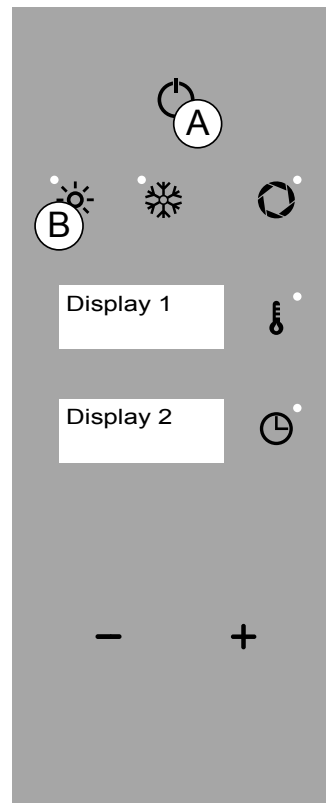

Fig.1
- Modus "AUSGESCHALTET": Uhrzeit wird angezeigt (Abb.1 Display 2).
- Modus "STAND BY": Name des Ofens und Uhrzeit wird angezeigt (Abb.1 Display 1 und 2).
- Modus "HAUPTMENÜ": Funktion "KONVEKTION" aktiv (Abb.1/B), Temperatur 180° C (Abb.1 Display 1) und zeit 0:00 (Abb.1 Display 2).
Im Modus "STAND BY" geht der Ofen nach 15 Minuten Inaktivität in den Modus "AUSGESCHALTET" über. Im Modus "Funktionsauswahl" oder "Wahl der Parameter" wird nach 5 Sekunden Inaktivität die Funktion am Ofen oder der angezeigte Wert gespeichert (Abb.1 Display 1-2).
Am Ende der Zeiteinstellung erscheint die blinkende Schrift "END" (Abb. 1 Display 1-2). Drücken Sie die Taste "ON / OFF" (Abb. 1/A) 2 Mal, um in den Modus "STAND BY" zurückzukehren.